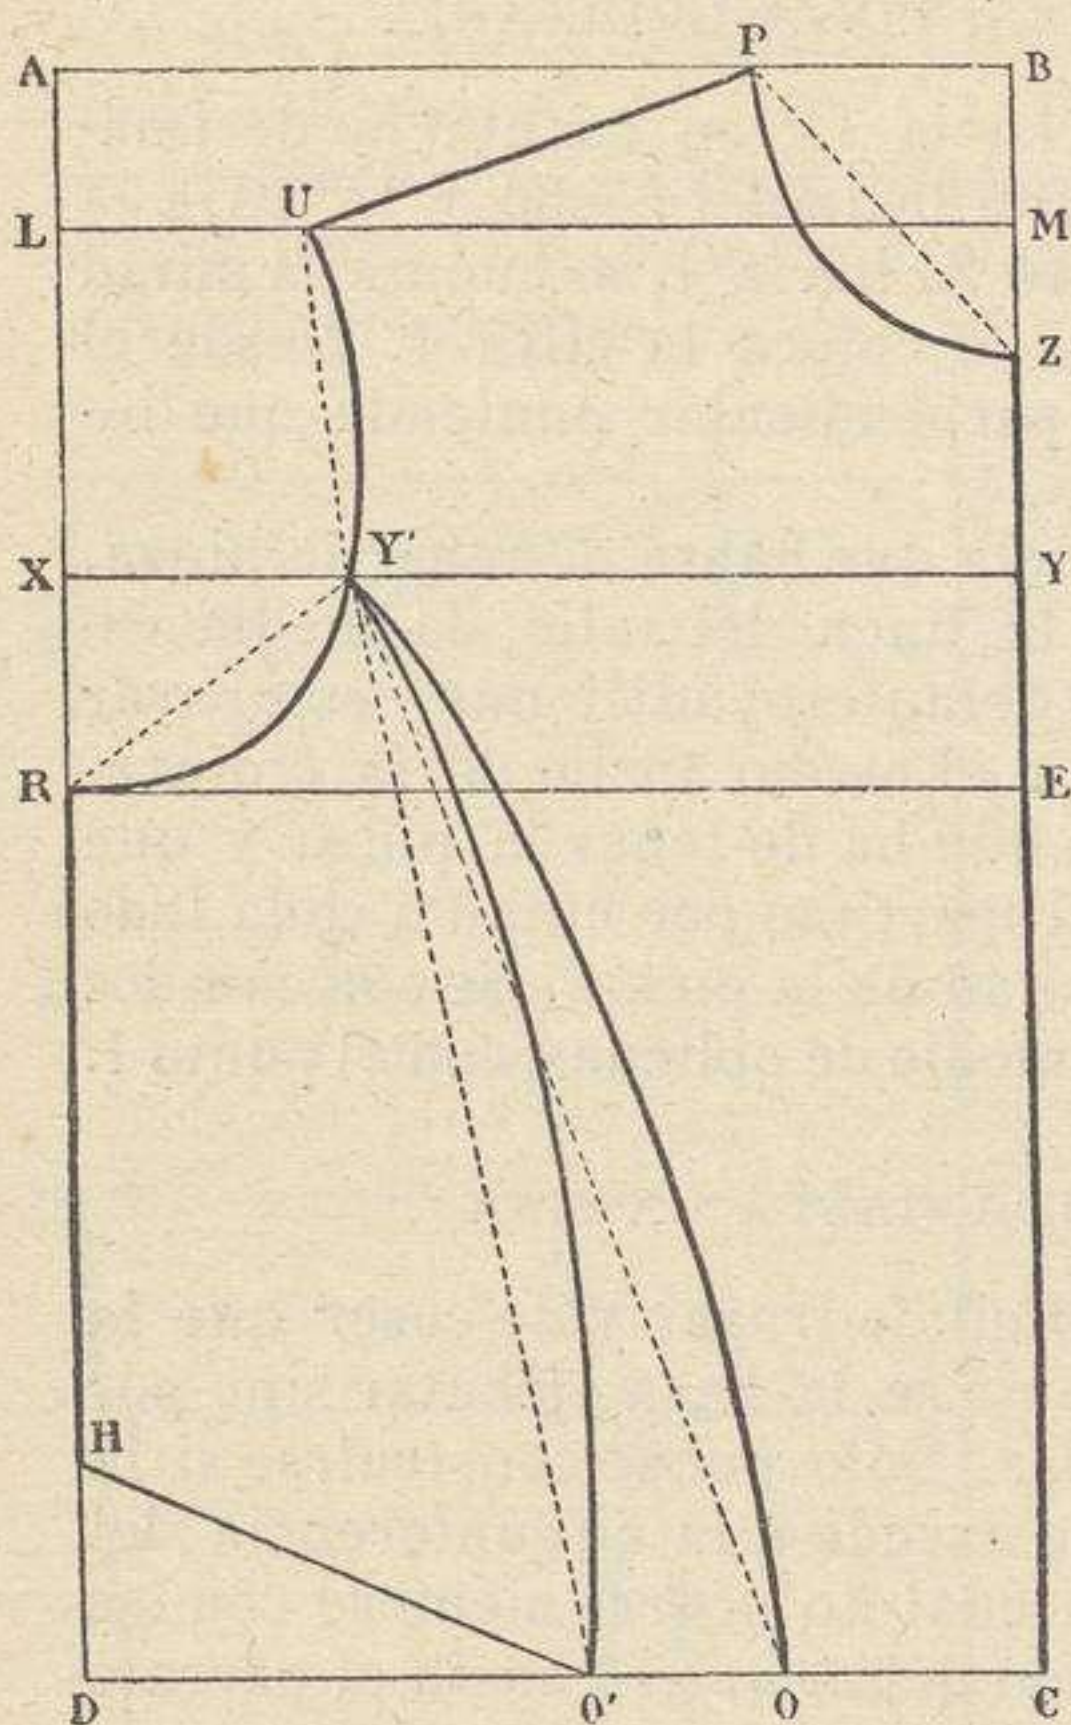

Fig. 44 ( $\frac{1}{5}$  del tamaño real).
**Trazado de la pinza.**—Desde el punto C (fig. 44), hacia D, se cuenta la décima parte de la circunferencia del talle menos un cm. y se coloca la letra O.